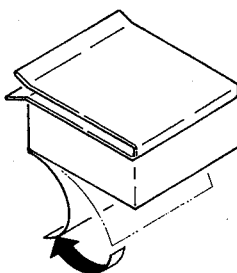

Fig. 38
- (10) Retirer les feuilles en vinyle situées sur la face inférieure des attaches métalliques d'équilibrage pour découvrir les parties caoutchoutées adhésives, et installer le tiroir optionnel. (Voie la Fig. 38.)